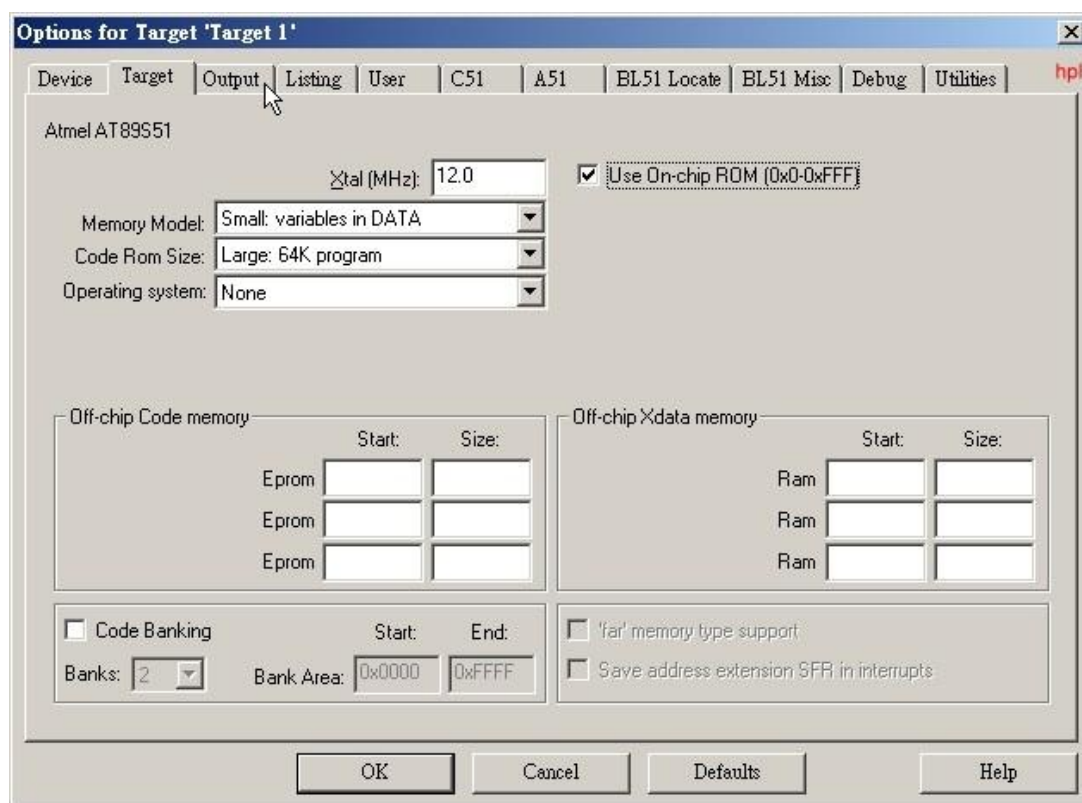
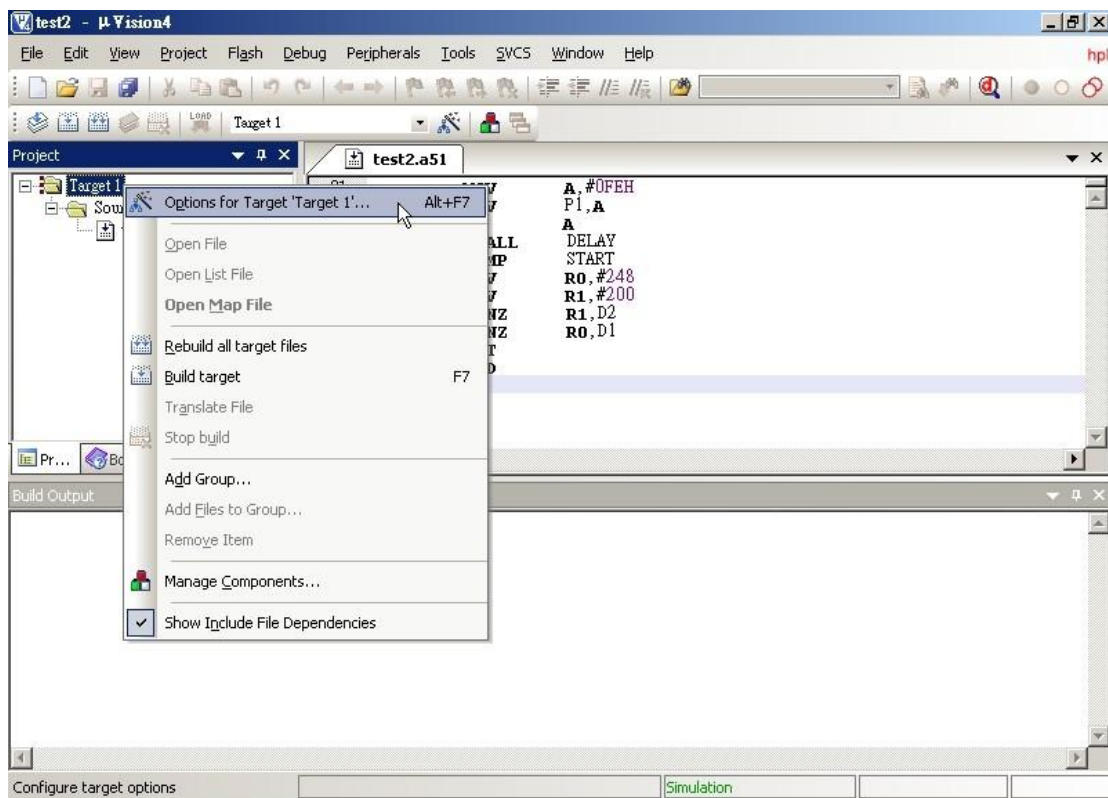
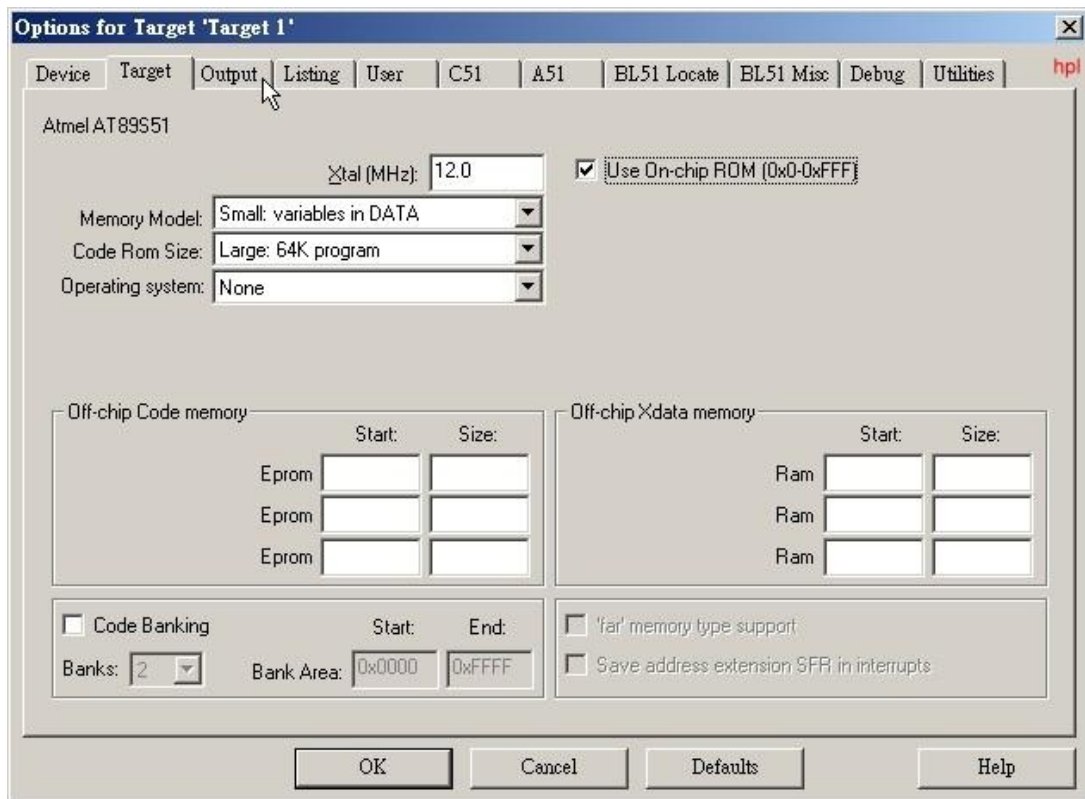

图 1-15 在 Target 标签页中，更改所选用单芯片的工作频率
图 2-11 选取“Options for target ‘Target 1’...”
图 2-12 在 Target 标签页中，更改所选用单芯片的工作频率
在图 1-15 的 Target 标签页中，更改所选用单芯片的工作频率为 12。MCS-51 系列单芯片系统一般常选用 11.059 MHz 或 12 MHz。前者适用于产生各种标准的鲍率(baud rate)，后者的一个机器周期为 1 μ s，便于产生精确延迟时间。本程序中假设使用频率为 12 MHz 的晶体振荡频率。另外，勾选 Use On-Chip ROM(0x0-0xFFFF)，以使用单芯片上的 Flash ROM。
(6) 接下来要来做一些基本的设定选项的工作，在每一个项目里面都要设定一次。滑鼠在屏幕左边的 Target 1 资料夹图示上右键单击，弹出一选单，如图 2-11 所示，然后选取“Options for target ‘Target 1’...”，则出现图 2-12 的窗口。
在图 2-12 的 Target 标签页中，如同图 1-15，更改所选用单芯片的工作频率为 12，并勾选 Use On-Chip ROM(0x0-0xFFFF)，以使用单芯片上的 Flash ROM。